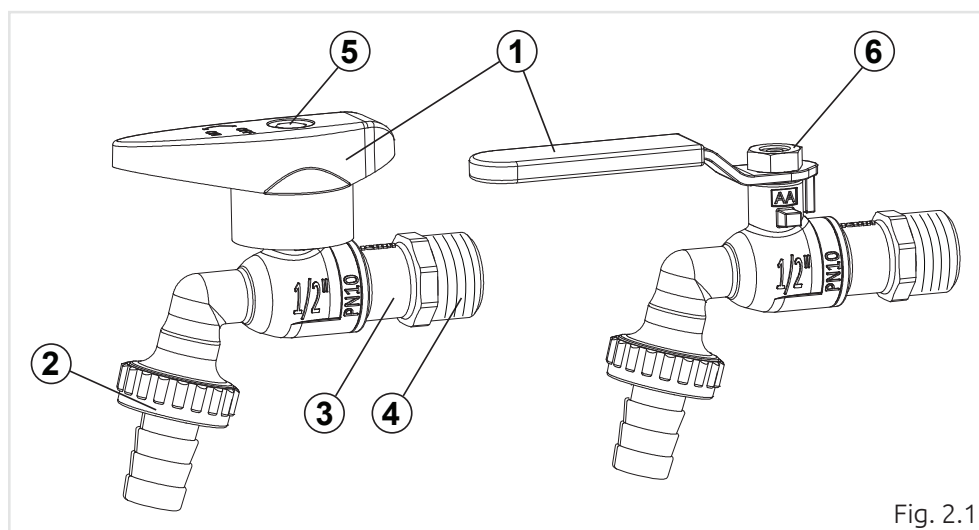

Fig. 2.1
A torneira deve ser instalada com a esfera na posição aberta e com o sistema parado; assegurar que não existe pressão no interior da tubagem e que a temperatura é a ambiente. A torneira é fornecida na posição aberta, como indicado na alavanca (1) (fig. 2.1). Para fechar a torneira, rodá-la no sentido dos ponteiros do relógio quando se olha para a torneira de frente em relação ao grupo do conector de mangueira 2) (fig. 2.1). Para a abrir, rodar no sentido contrário ao dos ponteiros do relógio.
A fixação ao sistema é efetuada através da ligação roscada (4) (fig. 2.1) localizada na manga (3) (fig. 2.1); as roscas são executadas de acordo com as normas internacionais (tipo G, ISO 228) e, conseqüentemente, as uniões ou os tubos aos quais são fixadas devem cumprir as mesmas normas.
Para facilitar a vedação das juntas, recomenda-se a distribuição de produtos de vedação (por exemplo, fitas em PTFE) na rosca da manga (4) (fig. 2.1) da torneira.
O conector de mangueira soltou-se/não está apertado corretamente	Voltar a apertar o grupo (2) (fig.2.1 → cap.2 Instalação)